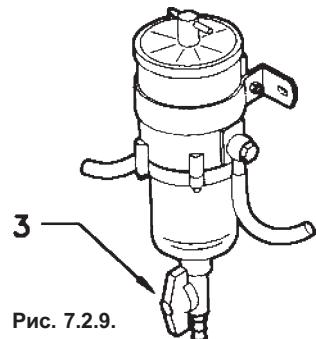

Рис. 7.2.9.
Ослабьте баращковую гайку (3), расположенную с нижней стороны стеклянной емкости (см. рис. 7.2.9) и подождите, пока вся жидкость стечет. После этого снова плотно закрутите гайку и проверьте, нет ли утечки.